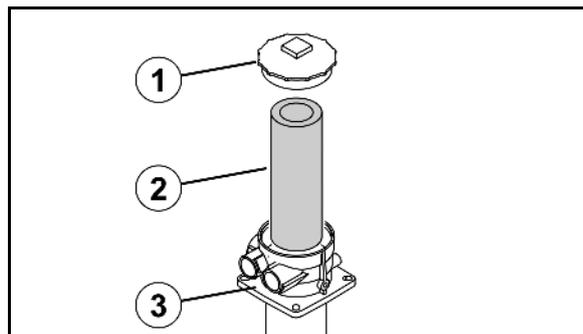

Fig. 162
1. Deckel (Fig. 162/1) vom Gehäuse (Fig. 162/3) entfernen.
2. Rücklauffilter (Fig. 162/2) ersetzen.